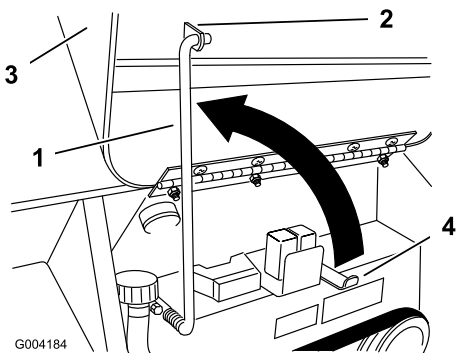

Figure 26
4. Relevez la béquille et engagez-la dans la patte sur le capot (Figure 26).